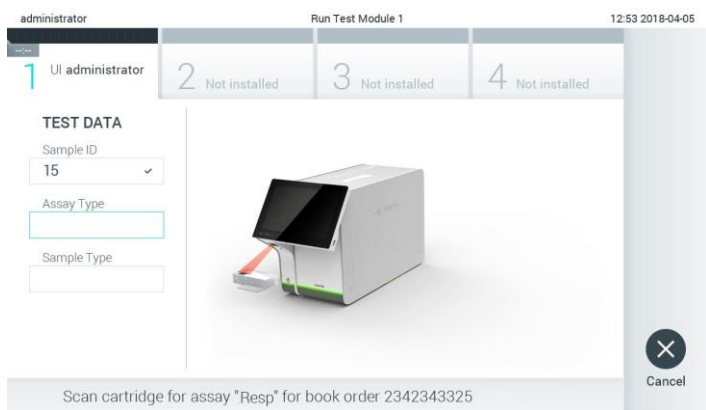

Figura 71. Scansione del codice a barre della cartuccia d'esame QIAstatDx.
4. Quando la richiesta del test è stata ricevuta con successo dall'host, compare il testo "Scan cartridge for assay <assay_name> and book order <order_number>" (Scansione cartuccia per l'esame <nome_esame> e richiesta prenotazione <numero_richiesta>). Eseguire la scansione del codice a barre della cartuccia per esami QIAstatDx (Figura 71, pagina successiva).